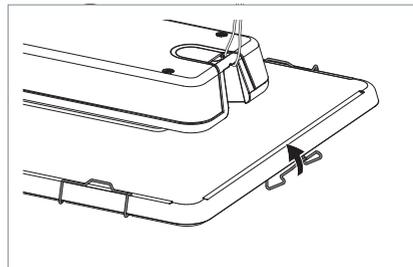

Fig. 14: Fijación del cristal protector.
- Fije el cristal protector en la luminaria plegando los seis clips de retención de soporte hacia arriba, véase Fig. 14.